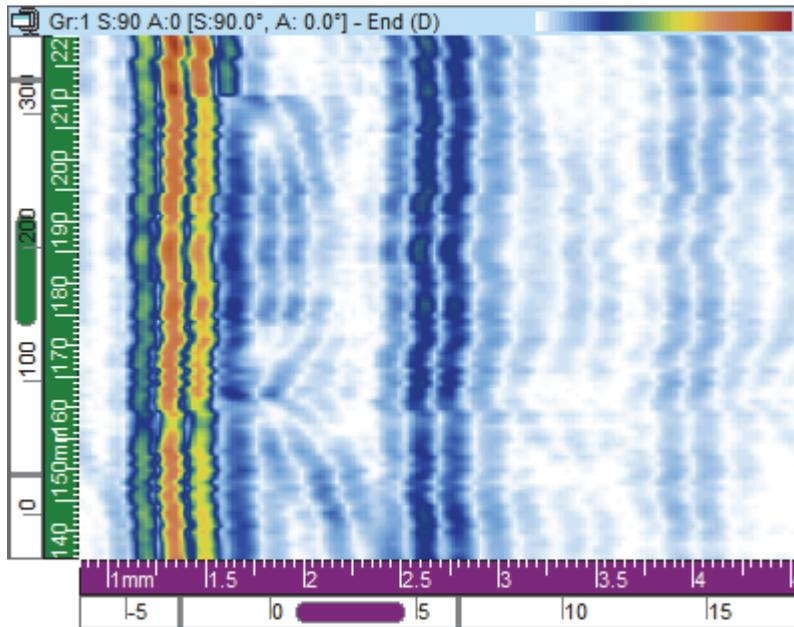

Figura 3-24 Esempio della vista frontale (D)
La vista laterale (D) [vedi Figura 3-24 a pagina 87] è una rappresentazione grafica bidimensionale dei dati registrati. Uno degli assi è l'asse dell'indice definito mentre l'altro è il percorso ultrasonoro non corretto (Ultras.). La posizione dei dati visualizzati è legata alle posizioni dell'encoder nel momento dell'acquisizione. Il colore, in una data posizione dell'immagine proiettata, corrisponde all'ampiezza massima in questa posizione come rilevata nell'intervallo determinato dall'asse di scansione.